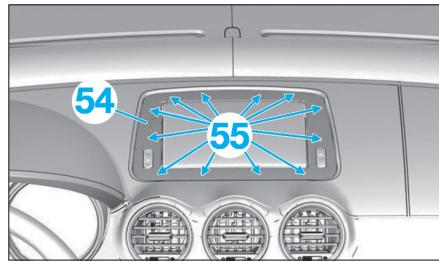

Fig. 30
- Dégrafer en (55) l'enjoliveur (54) puis le déposer (Fig.30).